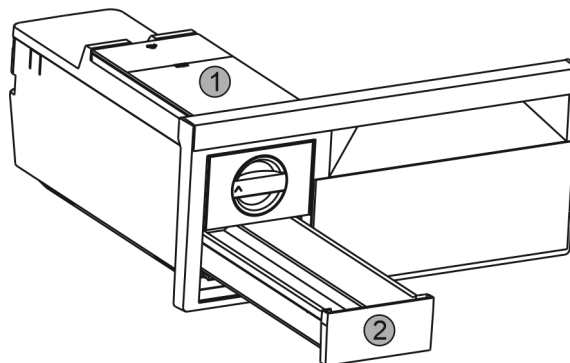

Fig. 50
- ▶ Tag vandtanken Fig. 50 (1) og istskuffen Fig. 50 (2) ud.